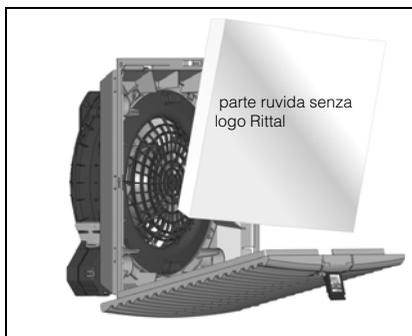

Fig. 7: Installazione dei feltri standard
- Il filtro standard deve essere applicato con la parte senza logo Rittal rivolta verso la ventola (v. fig. 7).